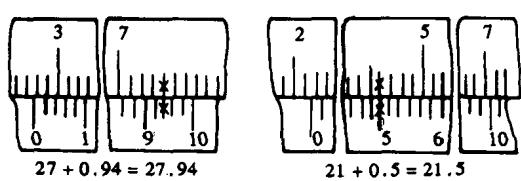

图 1-2 $1/50\text{ mm}$ 游标卡尺读数示例
- ①读出副尺零线左面主尺毫米整数；
- ②再读出副尺上与主尺刻线对齐的那条线的读数；
- ③把①、②所得(即整数与小数)相加即为测量尺寸，如图 1-2 示例。
(2) 游标卡尺的注意事项
①测量时，应将两量爪张开到略大于被测尺寸，将固定量爪的测量面贴靠着工件，然后轻